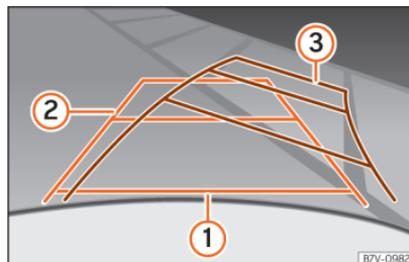

Abb. 276 Display: Orientierungslinien des Parkraums hinter dem Fahrzeug.
Bedeutung der auf den Bildschirm projizierten Orientierungslinien » **Abb. 276**. Alle Längenangaben der Orientierungslinien beziehen sich auf ein Fahrzeug, das auf einer waagerechten Fläche steht.
- Langsam rückwärtsfahren und dabei so lenken, dass die gelben Orientierungslinien in die Parklücke führen »» Abb. 276 ③.